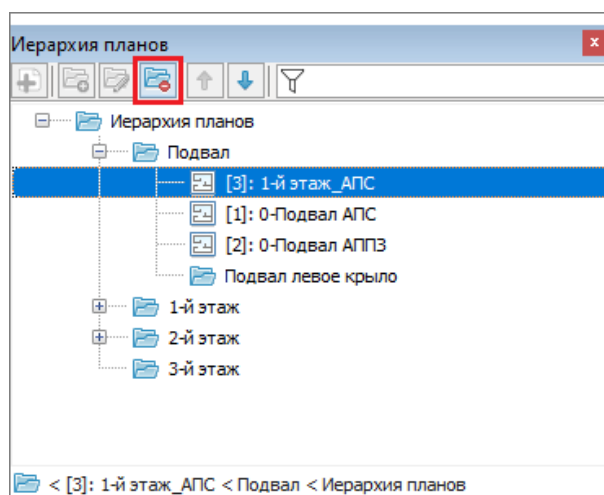

Рисунок 6-603 Удаление плана из группы планов по кнопке на панели инструментов иерархии планов
- либо выделите в дереве иерархии планов план, который необходимо удалить из группы планов, и нажмите кнопку «Удалить группу» на панели инструментов иерархии планов (см. Рисунок 6-603);